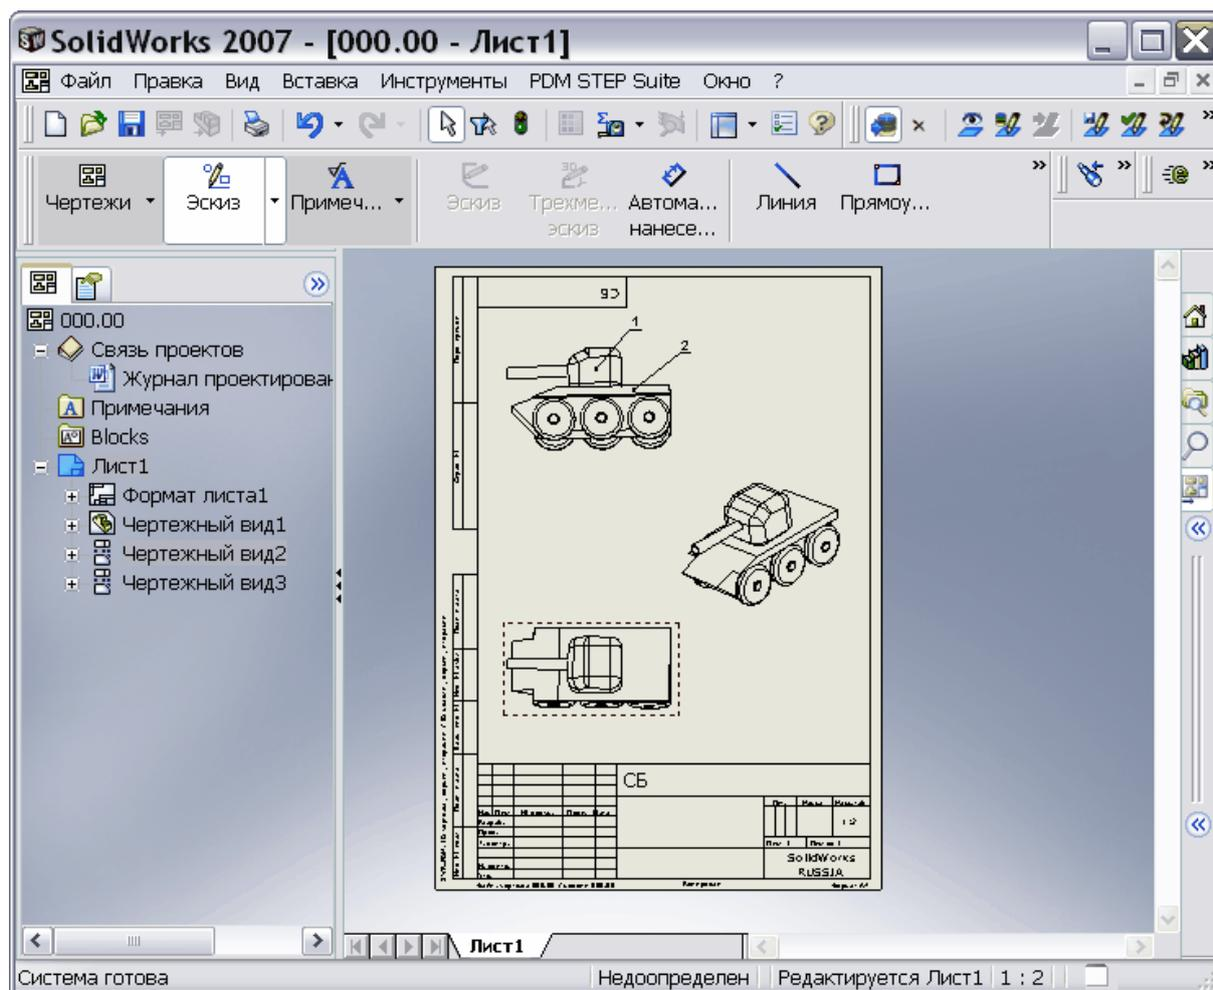

Рис. 89
3. На панели инструментов PSS нажмите на кнопку **Импорт позиций** . После этого у позиций появятся номера, соответствующие номерам позиций из БД PSS (Рис. 89).